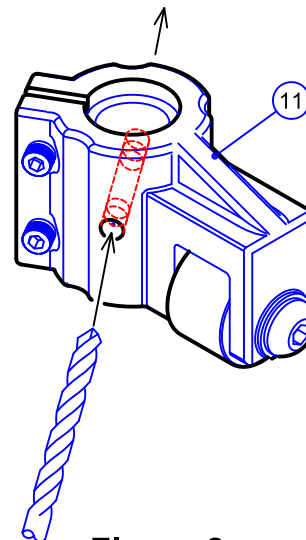

Figure 8a
LOCATE THE CONE SHAPED DIMPLE ON THE ROLLER ASSEMBLY ⑪ WALL. USING THE 3/16" DRILL BIT INCLUDED IN YOUR HARDWARE PACK, DRILL A PERPENDICULAR HOLE COMPLETELY THROUGH THE ROLLER ASSEMBLY ⑪, SEE FIGURE 8a.